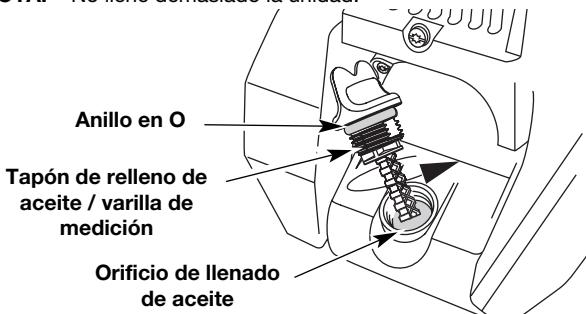

Fig. 20
- Si el nivel está bajo, agregue una pequeña cantidad de aceite en el orificio de llenado de aceite y vuelva a medir (Fig. 20). Repita hasta que el nivel de aceite llegue hasta la parte superior de la varilla de medición.
NOTA: Verifique que el anillo en O esté en su lugar en el tapón de llenado de aceite / varilla de medición cuando mida y cambie el aceite (Fig. 20).